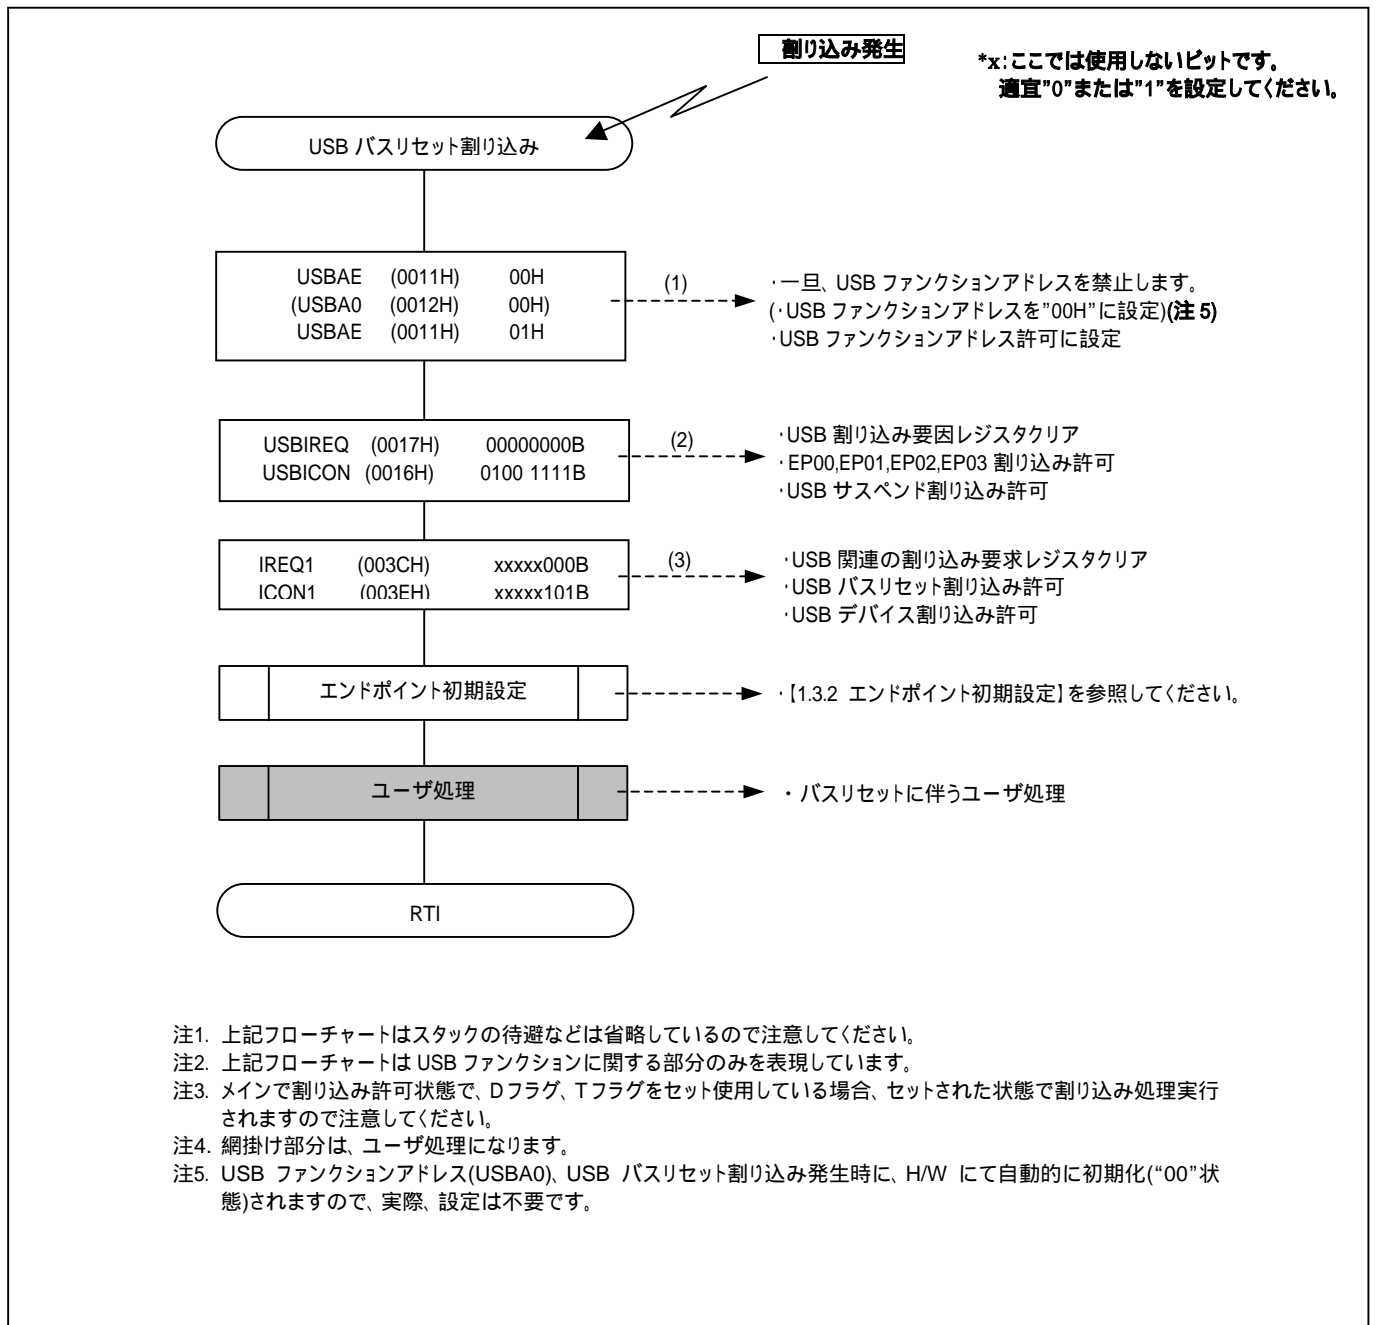

図 2.2 USB バスリセット割り込みルーチン例
詳細は、図 2.2も参照してください。
(5) USB バスリセット割り込み処理
- ・USBバスリセット割り込みルーチン例を、図 2.2に示します。
【図 2.2 USBバスリセット割り込みルーチン例】の補足事項は以下の通りです。